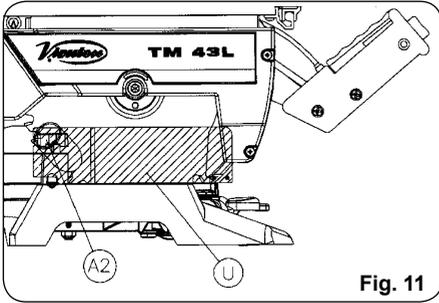

Fig. 11
Para utilizar la máquina en esta modalidad de corte, primero se debe proceder a colocar sobre la máquina el carenado inferior U (Fig. 11) que impide cualquier contacto accidental con el disco de sierra por debajo de la mesa, a continuación bloquear la máquina en posición de transporte por medio del eje D (Fig. 8),
Para el trabajo sobre la mesa superior, además de realizar la conexión anterior, el carenado va provisto de la boquilla A2 (Fig. 11), sobre la cual es necesario conectar el acoplamiento de aspiración estándar (ref. 6446073) para una perfecta evacuación de la viruta. Es aconsejable conectar siempre la máquina a un dispositivo de recogida de polvo y viruta.